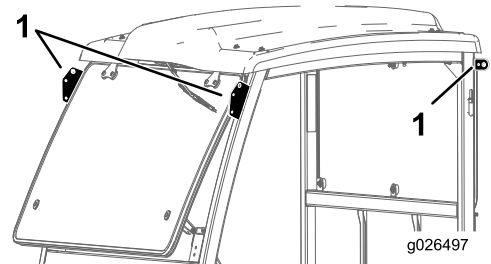

Bild 4
1. Heben Sie den Kabinenrahmen an den Hebestellen hoch und setzen Sie ihn auf die Maschine (Bild 4).